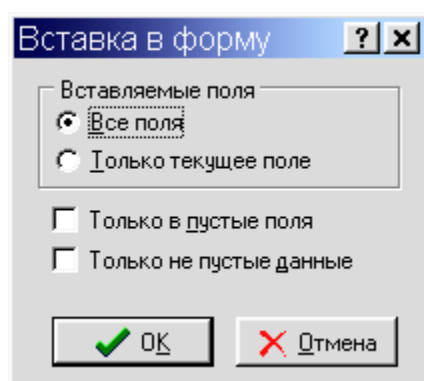

Рис. 45. Окно вставки полей в текущую форму
- ✧ Вставить... - производит вставку содержимого буфера в поля текущей формы. Перед этой операцией происходит вызов диалогового окна "Вставка в форму", показанного на рис. 45, в котором можно выбрать параметры вставки полей.